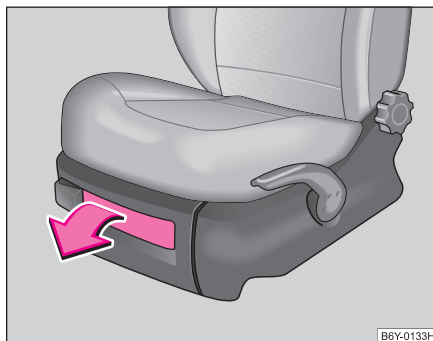

Fig. 79 Asiento delantero: Compartimento guardaobjetos
- Para abrir la tapa, inclinar el cierre y levantar la tapa ⇒ fig. 79.